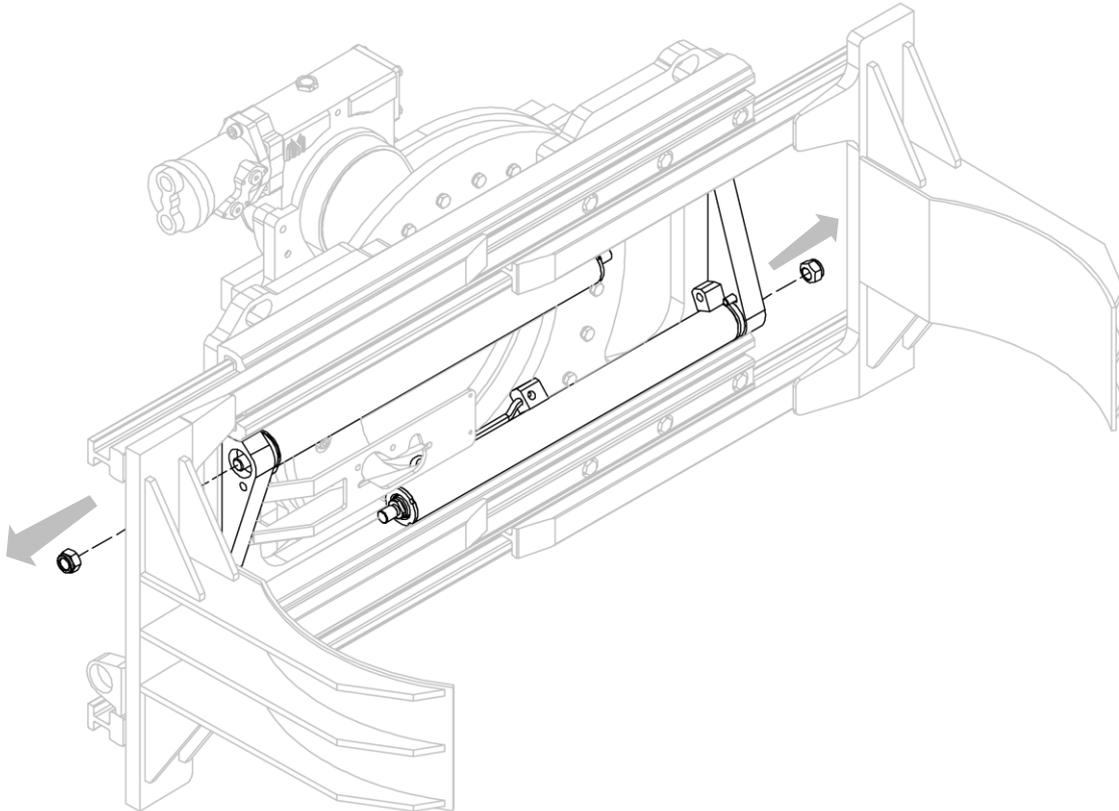

Figura 37
7. Rimuovere, uno per volta, i dadi che vincolano i cilindri alla struttura dell'attrezzatura e rimuovere i cilindri stessi, prestando attenzione a non danneggiarli (vedi *Figura 37*).